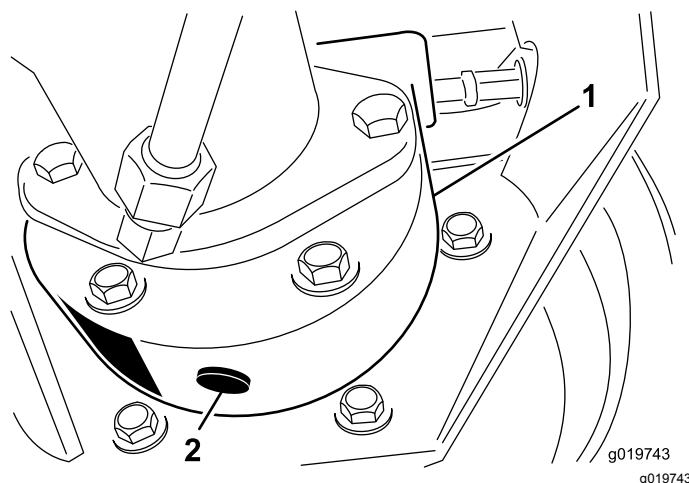

Figure 67
- Placez un bac de vidange sous le carter de frein et enlevez le bouchon pour permettre à l'huile de s'écouler (Figure 67).